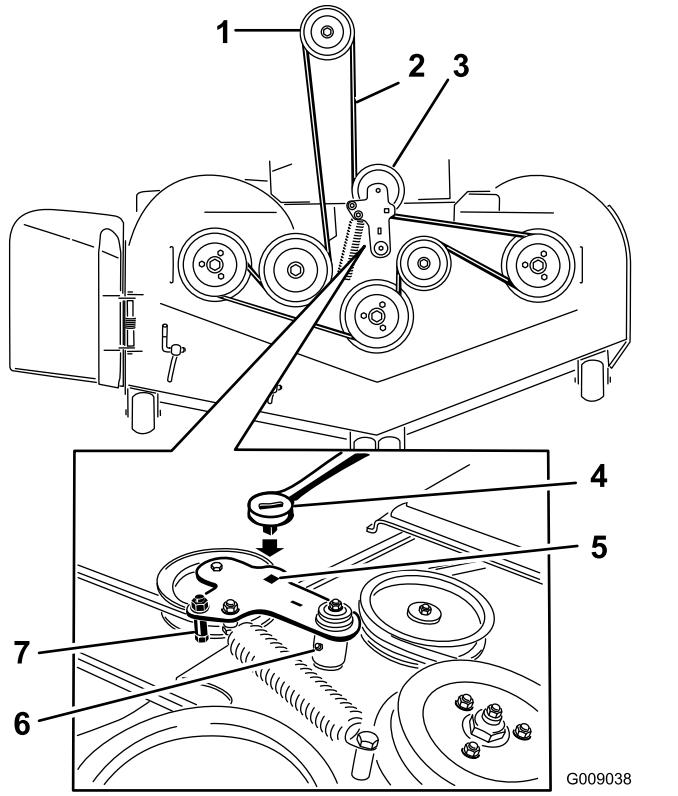

Bild 91
7. Setzen Sie eine Ratsche in das rechteckige Loch im Spannarm ein, um die Spannung an der Spannscheibenfeder zu lösen (Bild 91).
9. Nehmen Sie die Riemenschutzvorrichtung am gefederten Spannarm ab (Bild 91).
11. Verlegen Sie den neuen Riemen um die Mähwerk- und Bremsspannscheiben unter dem Motor (Bild 91).
12. Legen Sie die Riemenführung auf den Spannarm (Bild 91).
13. Setzen Sie die Spannscheibenfeder mit der Ratsche im rechteckigen Loch ein (Bild 91).